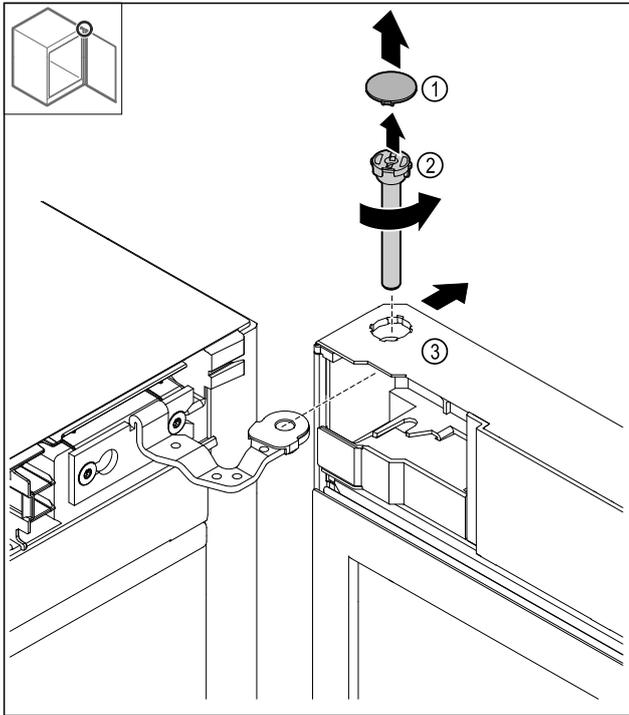

Fig. 20
- ▶ Noņemiet pārsegu Fig. 20 (1).
- ▶ Atskrūvējiet un izvelciet tapu Fig. 20 (2), griežot pretēji pulksteņrādītāja kustības virzienam.
- ▶ Sagāziet mazliet durvis Fig. 20 (3).